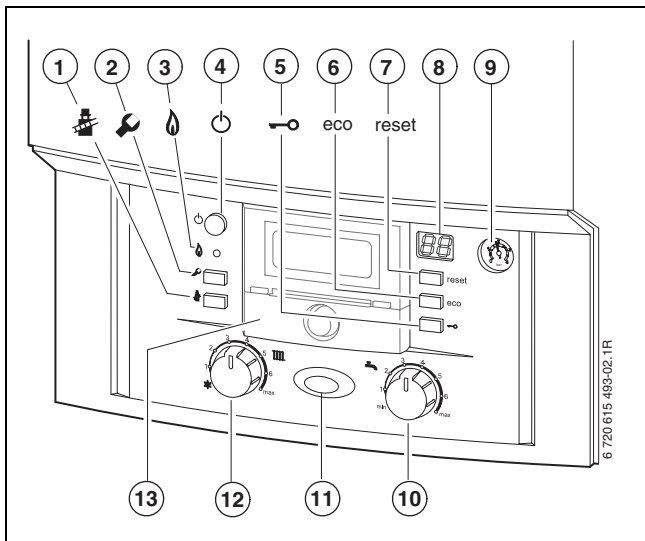

Fig. 9
- régulateur en fonction des intempéries installé dans l'appareil, → figure 9, [13], page 22. Il en résulte une extension des éléments de commande de l'appareil.